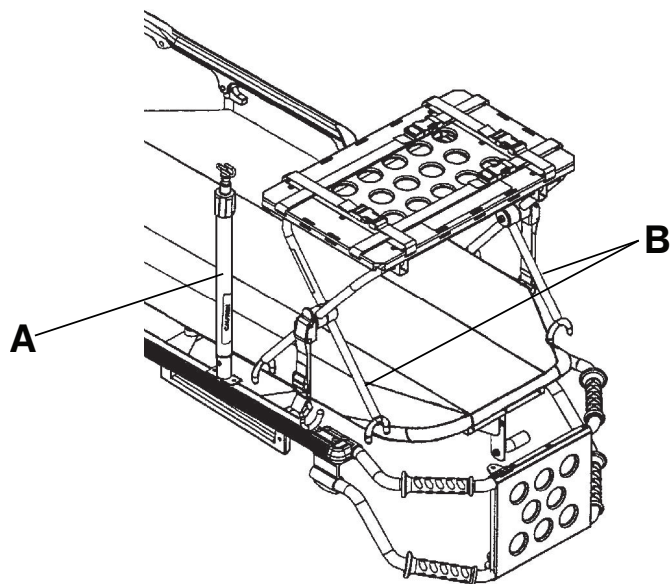

Рисунок 26 – Поднимите штатив для внутривенных вливаний (A) и установите платформу для дефибриллятора (представлена модель 6506)
3. Если изделие оснащено штативом для внутривенных вливаний, поднимите штатив для внутривенных вливаний (A) в верхнее положение (Рисунок 26).
5. Расположите внутренние ножки (B) платформы дефибриллятора ближе к головному концу изделия (Рисунок 26).